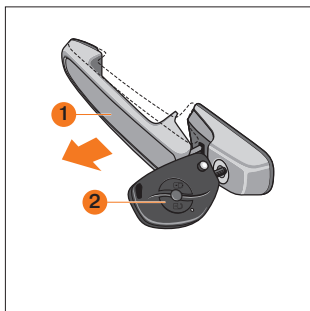
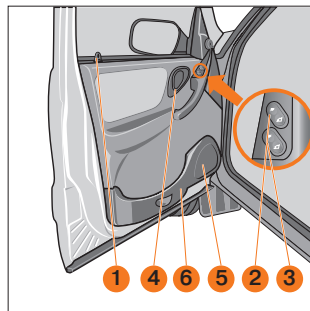

Рис. 7. Открывание дверей
Рис. 8. Передняя дверь
Двери открываются: снаружи — за ручку **1** (рис. 7) в направлении стрелки, а изнутри — поворотом на себя рукоятки **4**, (рис. 8). Если замок заблокирован, то ручка и рукоятка имеют холостой ход. В вариантном исполнении автомобилей, личинка замка в ручке правой (пассажиры) двери отсутствует.
**Передние двери** блокируются: снаружи — ключом **2** (рис. 7); изнутри — нажатием на кнопку **1** (рис. 8); или нажатием на кнопку на ключе с ПДУ.
В передней части кармана **6**, (рис. 8), предназначено для размещения мелких предметов, под облицовкой **5** предусмотрено место для установки акустических устройств радиоприёмника.
Нажатием на вогнутую или выпуклую часть клавиши **2** (рис. 8) переключателя стеклоподъёмника, расположенного на обивке двери, можно опустить или поднять стекло на нужную величину. После прекращения нажатия клавиша автоматически устанавливается в среднем положении и стекло останавливается в любой выбранной Вами позиции. Дополнительная клавиша **3** (рис. 8) на двери водителя управляет электроприводом стеклоподъёмника правой передней двери. Клавиши подсвечиваются, если включено наружное освещение.